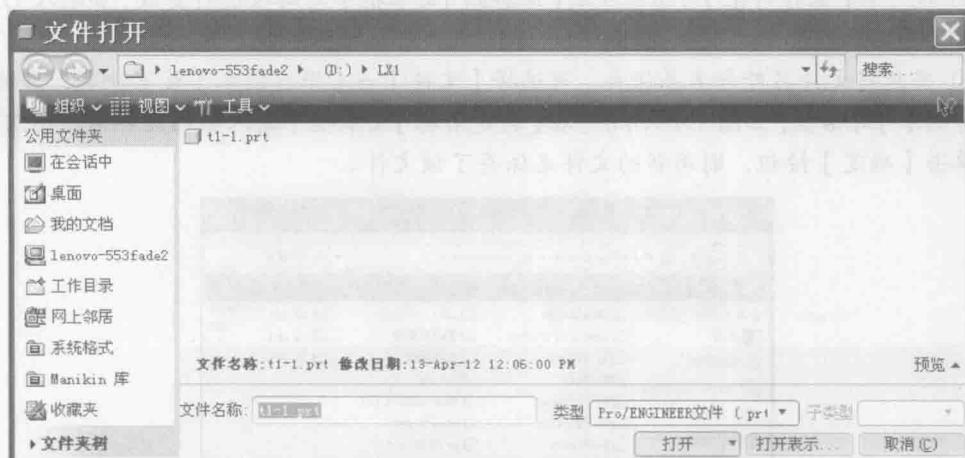

图 1-8 【文件打开】对话框
(1) 单击工具栏中的【打开】图标 ，或者选择主菜单中的【文件】→【打开】命令，系统弹出【文件打开】对话框，如图 1-8 所示。